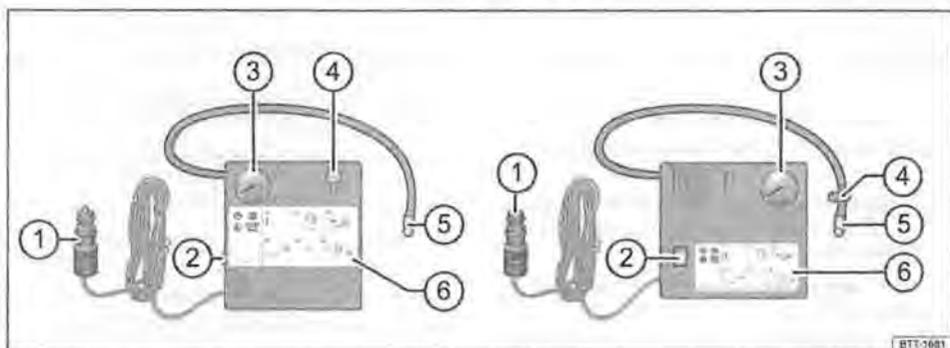

Fig. 160 Il compressore del kit per la riparazione dei pneumatici
Il compressore del kit per la riparazione dei pneumatici è formato dai seguenti componenti → fig. 160:
- Avvitare bene il tubo flessibile → fig. 160  del compressore alla valvola del pneumatico.
- Controllare se la vite di sfianto → fig. 160  è chiusa.
- Infilare la spina da 12 volt → fig. 160  in una delle prese da 12 volt del veicolo.
- Agendo sull'interruttore ON/OFF → fig. 160  accendere il compressore.
- Ricollegare il tubo → fig. 160  alla valvola del pneumatico e controllare la pressione sul manometro → fig. 160 .